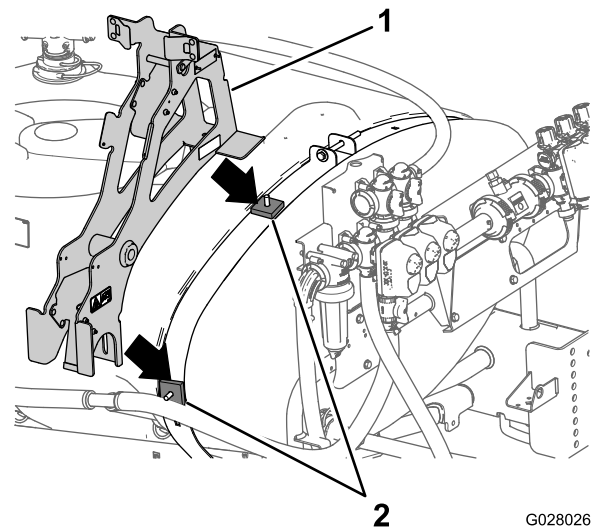

Figura 3
5. Monte los 2 espaciadores cuadrados sobre los pernos de cuello cuadrado instalados anteriormente (Figura 3).
6. Instale el bastidor principal sobre los espaciadores cuadrados y los pernos de cuello cuadrado, según se muestra en Figura 3.